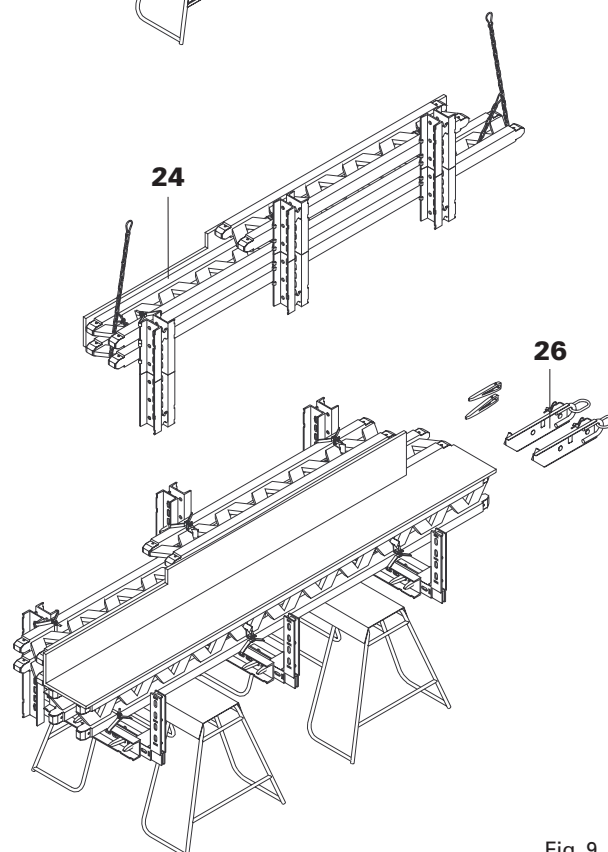

Fig. 9
5. Monter le deuxième coffrage latéral de la même manière Fig. 9